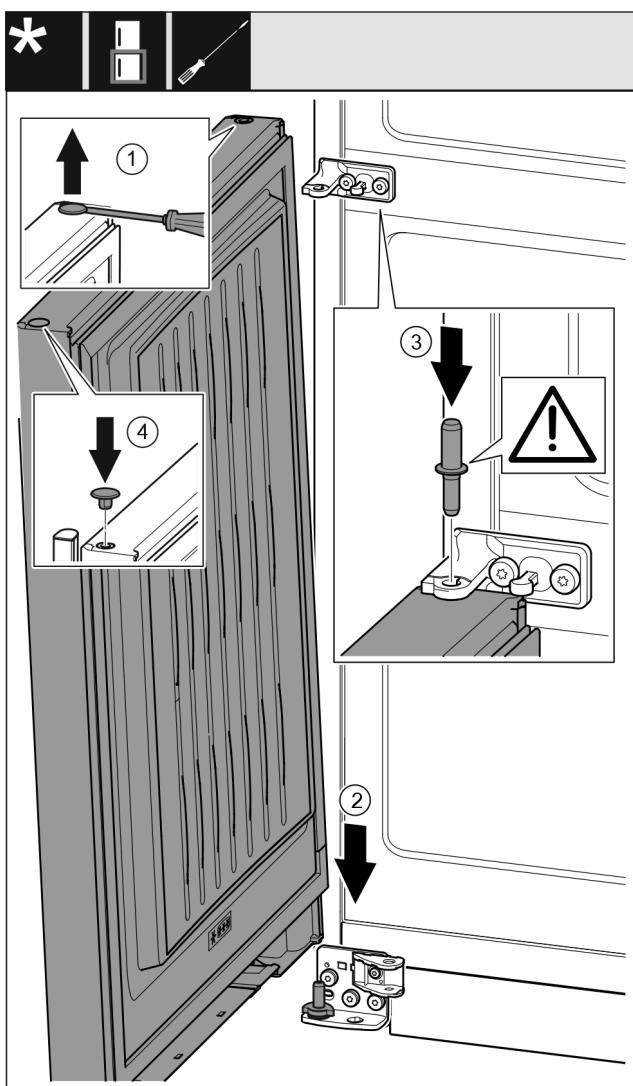

Fig. 39
- Stopfen vorsichtig mit einem Schlitzschraubendreher anheben und herausziehen. *Fig. 39 (1)*
- Tür von oben auf den unteren Lagerbolzen aufsetzen. *Fig. 39 (2)*
- Lagerbolzen Mitte durch Lagerbock Mitte in die untere Tür einsetzen. Dabei darauf achten, dass der Rastnocken nach hinten zeigt. *Fig. 39 (3)*
- Stopfen auf der anderen Türseite wieder einsetzen. *Fig. 39 (4)*